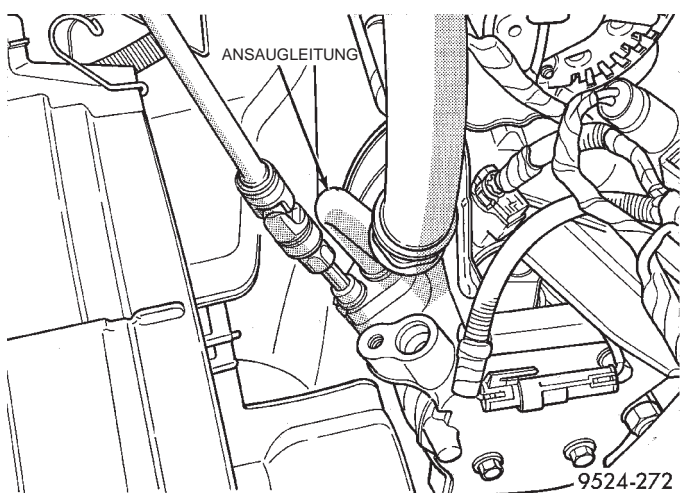

Abb. 72 Ansaugleitung am Kompressor
- (4) Leitung vom Kompressor abbauen (Abb. 72).
- (5) Ansaugleitung aus dem Fahrzeug nehmen.